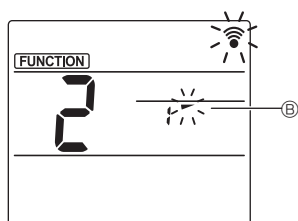

Fig. 3-3
- ③ Stille inn spjeldvinkelen (Fig. 3-3) Trykk på [↑]-knappene for å velge spjeldvinkel (B). Pek den trådløse fjernkontrollen mot mottakeren på innendørsenheten og trykk deretter på [SET]-knappen.
- ④ Trykk på [MENU]-knappen for å fullføre innstillingene.